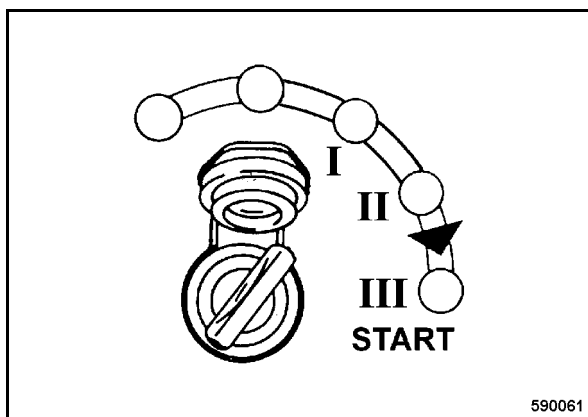

Fig. 114
- Girare la chiave di accensione (Fig. 114) oltre la posizione "II" nella posizione "AVVIO" e tenerla per circa 20 secondi.